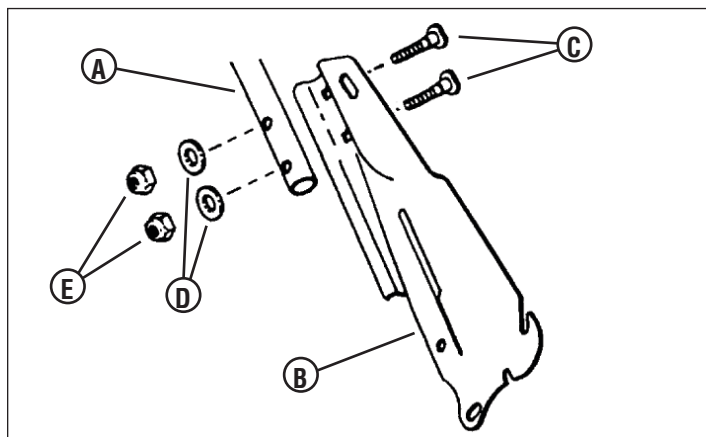

Figure 2
3. Attacher la poignée du milieu (A, Figure 2) aux supports de la poignée inférieure (B) en utilisant les quatre boulons à tête courbée 5/16-18 x 2" (C), installés à partir de l'intérieur des poignées tel qu'illustré, et en les fixant avec des rondelles de sécurité à crans intérieurs de 5/16 (D) et des écrous hexagonaux (E). Bien serrer.